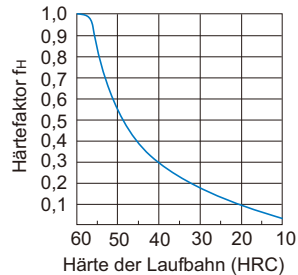

Abb. 1 Härtefaktor (f_H)
- f_H : Härtefaktor (siehe Abb. 1 **A11-6**)